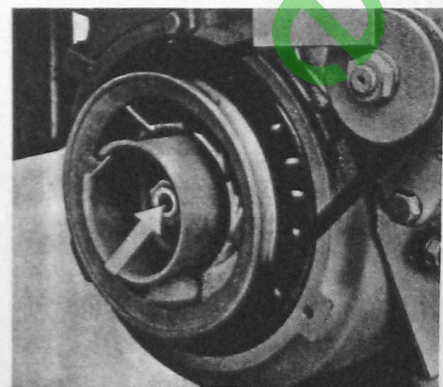
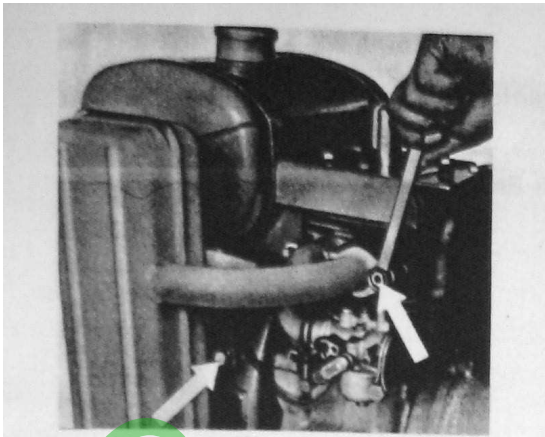

Fig. 3
Fig. 4
2. Muttern von den Stabilisierungsstangen (Fig.3) am Armaturenblech abschrauben. (Lichtleitungen brauchen nicht abgeklemmt zu werden).
3. Hauben-Vorderteil mit Stabilisierungsstange abnehmen (Fig.3) und Haube auf den Sitz legen (Fig.4).
2. Unscrew cap-nuts from stabilizing rods (Fig.3) at the instrument panel (lighting feeders must not be squeezed off).
3. Remove hood front part with stabilizing rod (Fig.3) and put hood on seat (Fig.4).
1. Sicherungsblech aufbiegen und Mutter M 22 x 1,5 (Fig. 3) von der Kurbelwelle schrauben.
1. Bend the retaining plate straight and screw off nut M 22 x 1,5 (Fig. 3) from crank shaft.
1. Zwei Muttern M 8 12 SW (Fig. 4, links) entfernen.
2. Sechskantschraube M 8 x 20 (Fig. 4, rechts) entfernen.
1. Slacken and remove the two nuts M 8 - 12 SW (Fig. 4, left).
2. Loosen and remove hex. nut M 8 x 20 (Fig. 4, right).